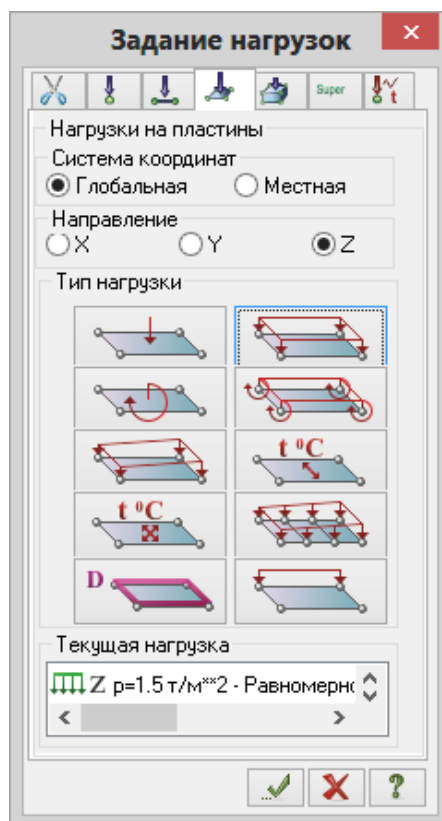

Рис.4.23. Диалоговое окно **Задание нагрузок**
- Вызовите диалоговое окно **Задание нагрузок** на закладке **Нагрузки на пластины** (рис.4.23) выбрав команду  – **Нагрузка на пластины** в раскрывающемся списке **Нагрузки на узлы и элементы** (панель **Нагрузки** на вкладке **Создание и редактирование**).